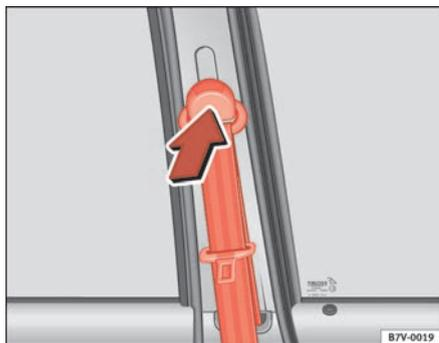

Fig. 15 Ubicación del regulador de la altura del cinturón
- Presione el dispositivo de reenvío en la zona superior ⇒ fig. 15 en el sentido que indica la flecha y manténgalo en esta posición.